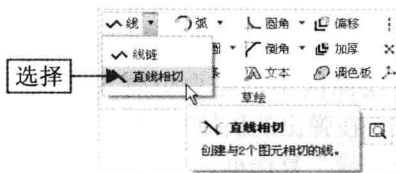

图 2-27 选择“直线相切”选项
Step 02 在“功能区”选项板中切换至“草绘”选项卡，单击“草绘”面板中“线”右侧的下拉按钮，在弹出的下拉列表中选择“直线相切”选项，如图 2-27 所示。